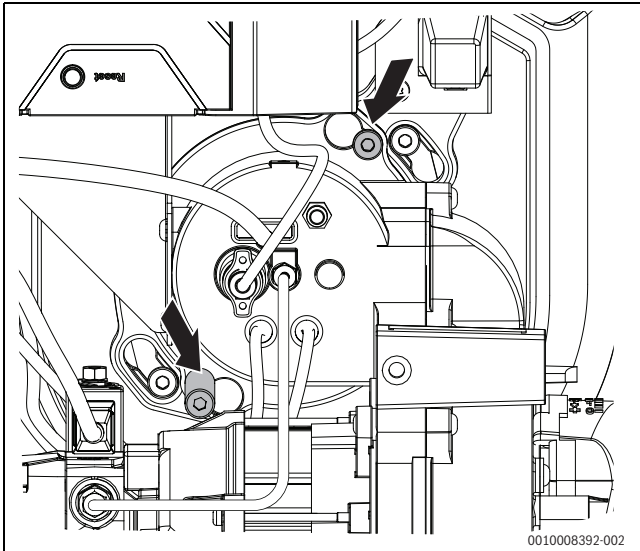

Bild 36 Schrauben der Bajonettbefestigung lösen
- ▶ Die beiden Schrauben der Bajonettbefestigung lösen (→ Bild 36, Pfeile).